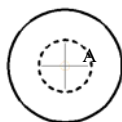

图 6.4.11 选取基点
Step3. 缩放对象。选取图中的小圆，并按 Enter 键结束选取；用鼠标捕捉小圆的圆心 A 作为基点，如图 6.4.11 所示；在命令行提示指定比例因子或 **[复制(C) 参照(R)]**：的提示下，输入字母 R 后按 Enter 键；在命令行提示指定参照长度 <1.0000>：的提示下，输入参照的长度值 6 后按 Enter 键；在命令行提示指定新的长度或 **[点(P)]** <1.0000>：的提示下，输入新长度值 13 后按 Enter 键。